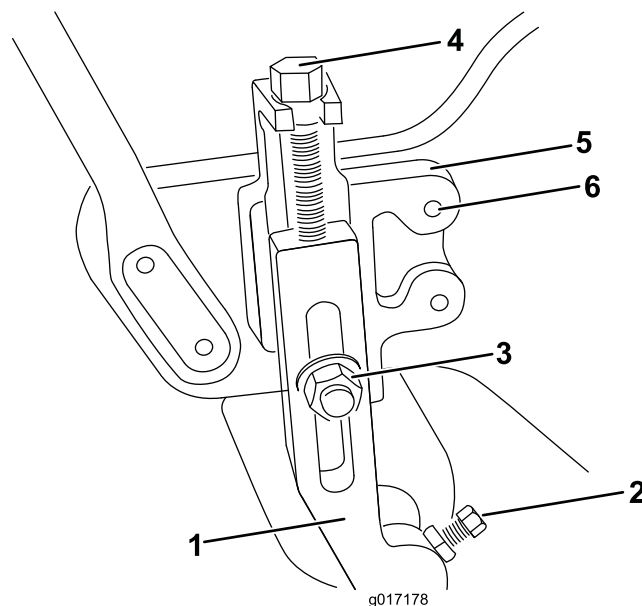

Figura 1
1. Afloje las contratuercas y los tornillos de fijación que sujetan cada extremo del rodillo delantero a los brazos de ajuste de la altura de corte (Figura 1).
2. Retire los pernos de cuello cuadrado y las contratuercas que sujetan los brazos de ajuste de la altura de corte a los soportes de ajuste (Figura 1). Retire los brazos de ajuste de la altura de corte y el conjunto del rodillo.
3. En el Greensmaster 1600 solamente, retire los tornillos de ajuste de la altura de corte, las contratuercas y los tornillos de fijación de los brazos de ajuste de la altura de corte (Figura 1).
En el Greensmaster 800 y 1000 solamente, retire los dos pernos de cara cónica que sujetan los soportes de altura de corte a las chapas laterales en cada lado de la máquina (Figura 1). Instale cada soporte de altura de corte en el lado opuesto de la máquina, sin pernos. Utilice los juegos traseros de taladros de montaje de las chapas laterales.